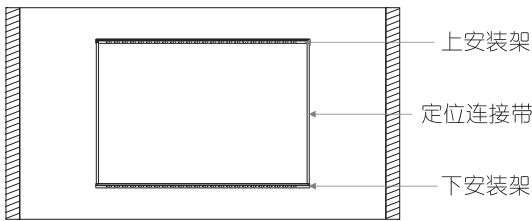

图9
2. 上、下安装架在出厂时，已用两条定位连接带连接起来，并按安装间距的需要设定好长度。先将上安装架以水平状态固定在墙壁上，由于重力的作用，下安装架自然下垂并保持与上安装架平行，确认上、下安装架间距是否与安装架安装间距表相应规格中的数据完全一致（如不一致，可进行微调），再将下安装架固定在墙壁上。（上、下安装架的安装间距也可参照安装架间距表数值。）（如图9–10）